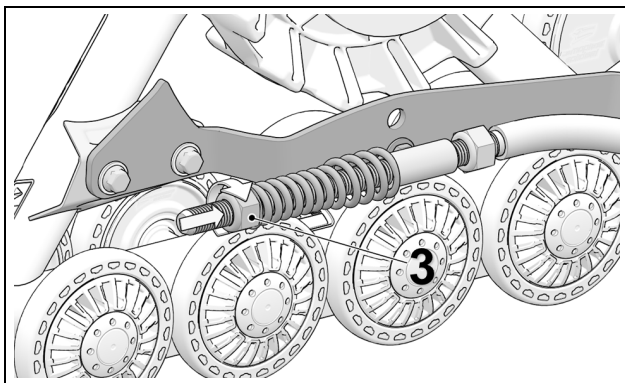

Figure 11
- Tourner l'écrou (3) jusqu'à ce qu'il entre en contact avec le ressort. Comprimer ensuite le ressort en tournant l'écrou de 1,5 tour. Voir la Figure 11.